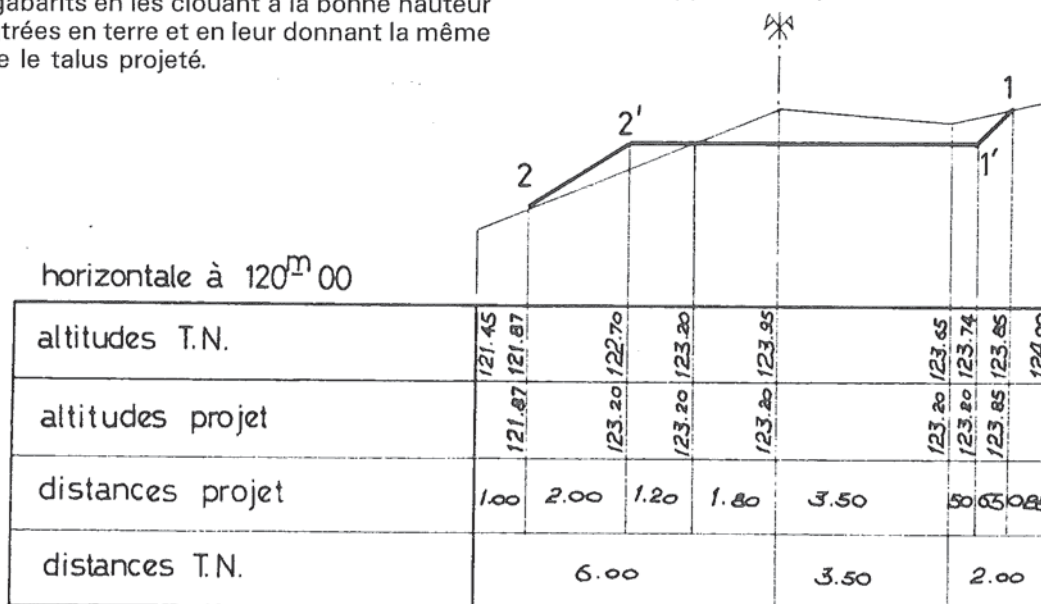

Fig. 3
Les valeurs numériques citées en exemple sont issues de la figure 3.
L'altitude  $Z_E$  obtenue sur la tête du piquet d'entrée en terre est ensuite comparée à l'altitude projet du profil en travers (figure 3) augmentée de la dénivellée correspondant au décalage de 10 cm vers l'avant ou l'arrière indiqué au § 2 - a.
On doit avoir (figure 1 et figure 3).
f) On indique sur le gabarit, de façon très lisible, au marqueur, la distance suivant la pente entre pied de talus et haut de talus (1 - 1' ; 2 - 2' — voir figure 3).